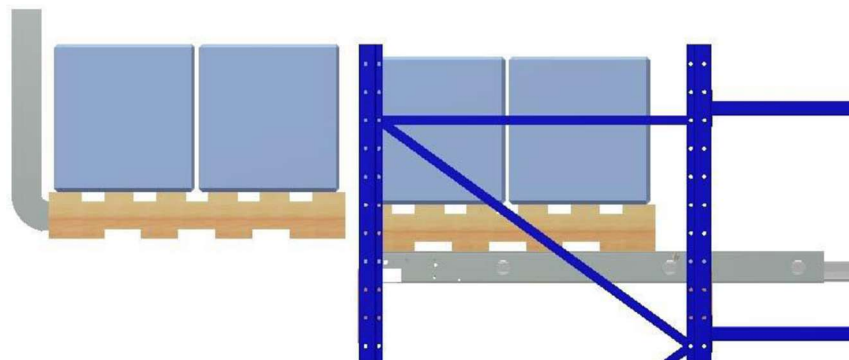
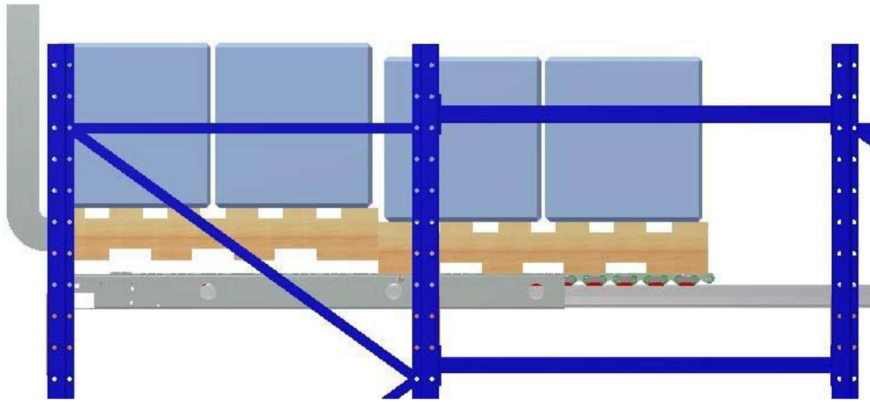

Fig. 5
Fig. 6
**Passaggio 4:** appoggiarsi al pallet già nella corsia. Spingere in avanti per accedere al pallet fino in fondo. (Fig. 5, Fig.6)